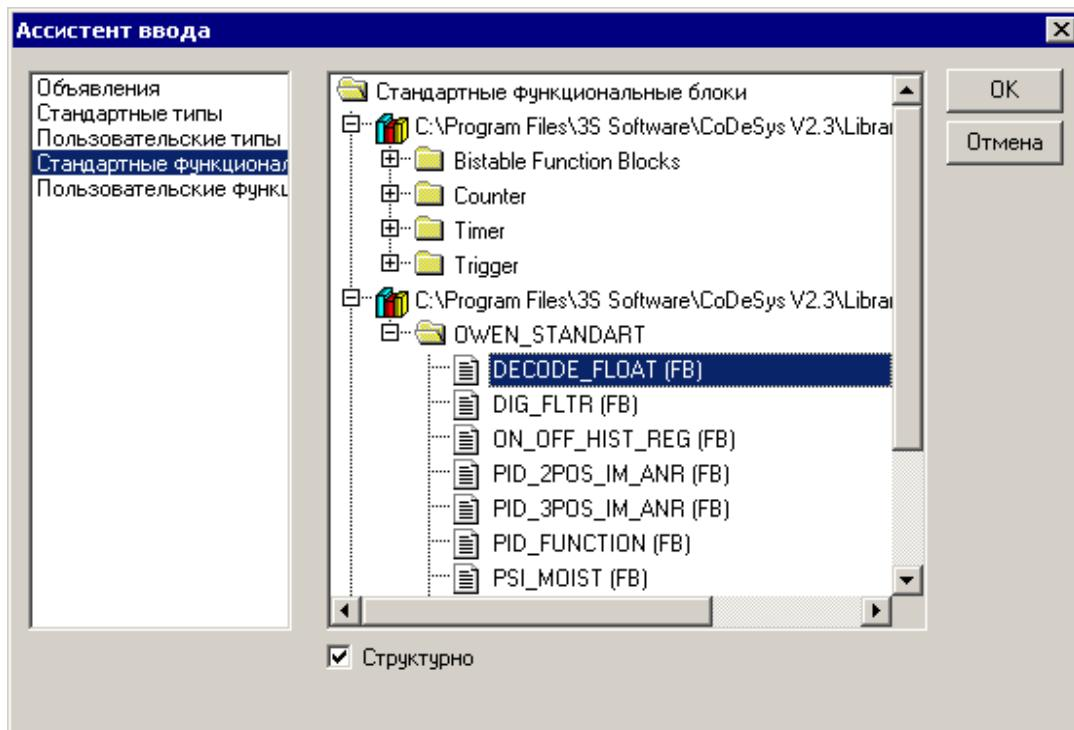

Рисунок 4.8 – Окно «Ассистент ввода (Input Assistant)»
- 4) В открывшемся окне «Ассистент ввода» (см. рисунок 4.8), в левой части, где отображается перечень доступных типов добавляемых объектов, – выделить требуемый тип (в данном случае – «Стандартные функциональные блоки»). В правой части окна при этом отобразится перечень доступных объектов выбранного типа. При этом: если флагок переключателя «Структурно» в нижней части окна установлен, то перечень отображается в виде иерархического структурированного списка, см. рисунок 4.5; если флагок не установлен, то перечень отображается в виде отсортированного по алфавиту линейного списка.